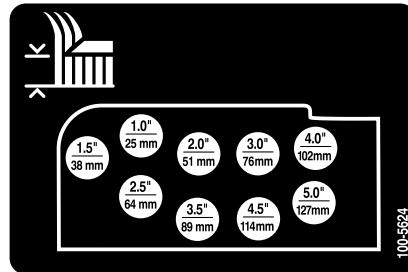

Bild 17
9. Montieren Sie die Schnitthöhenketten im gewünschten Schnitthöhenloch und befestigen Sie sie mit dem Splint und dem Lastösenbolzen (Bild 17).